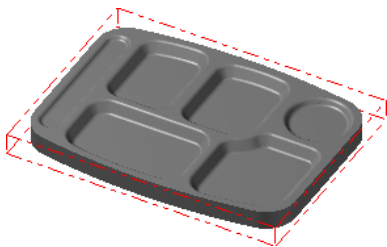

图 1.3 显示工件
Step4. 单击“机器群组属性”对话框中的 **✓** 按钮，完成工件的设置。此时零件如图 1.3 所示，从图中可以观察到零件的边缘多了红色的双点画线，双点画线围成的图形即为工件。